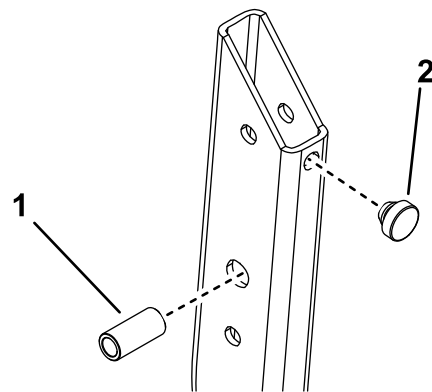

Figura 11
3. Instale un tope y un espaciador cilíndrico en ambos tubos inferiores de la barra antivuelco (Figura 11).